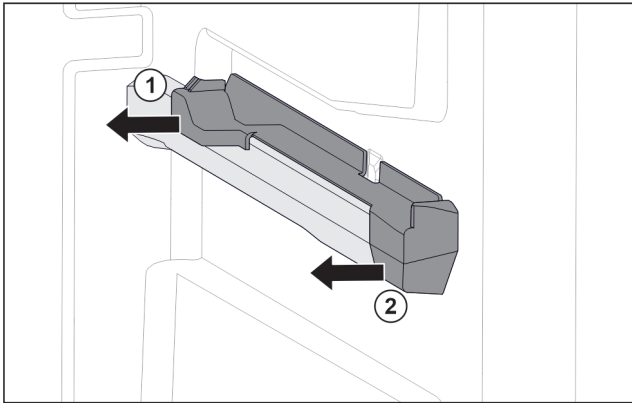

Fig. 82 Insteekelement op rechter containerrib
- ▶ Insteekelement achter naar de zijkant toe eraf trekken. Fig. 82 (1)
- ▶ Insteekelement voor naar de zijkant toe eraf trekken. Fig. 82 (2)